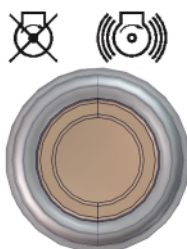

Abb. 54: Leuchtdrucktaster Start/Stopp
- ↪ Zum Ausschalten des Verbrennungsmotors den Leuchtdrucktaster (Abb. 54) drücken und halten, bis der Verbrennungsmotor stoppt.